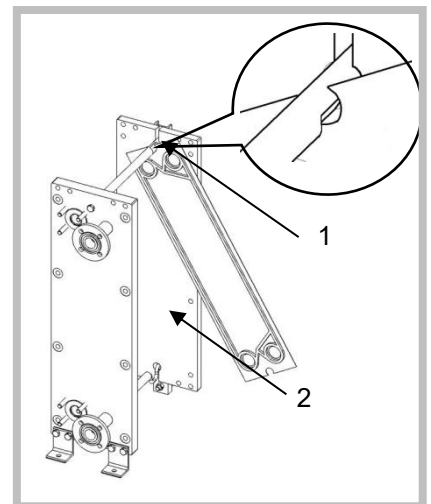

Figure 34
2. Guidez les plaques de transfert thermique les unes après les autres dans la zone de la tige porteuse sur le support avec la fraisure [1]. Dans cette zone, les plaques de transfert thermique peuvent être pivotées latéralement de la tige porteuse inférieure, grâce au type de construction, et ensuite être retirées de la structure en les tirant vers le bas (Figure 34).